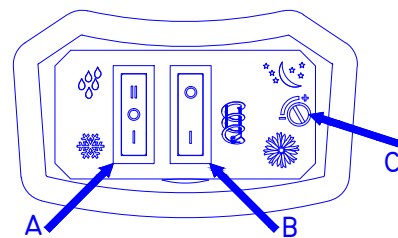

Fig. 5
## 2.4 Mandos del tanque (fig. 5)
**B** en posición  - **I** véase Fig. 5
Para ello coloque el conmutador A de modo de funcionamiento en Posición  - II (véase fig. 5)